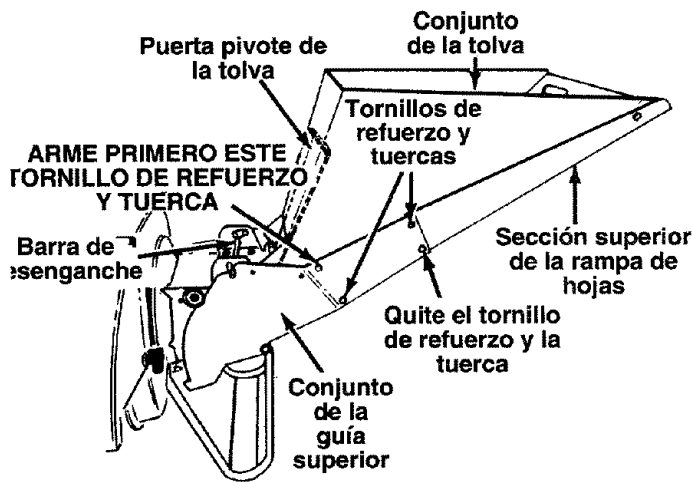

FIGURA 4.
Su picadora-desmenuzadora ha sido enviada con la sección superior de la rampa de hojas sujeta al conjunto de la tolva. Vea la figura 4. Sujete el conjunto de la tolva al conjunto de la guía superior como sigue. Asegúrese de colocar las cabezas de todos los tornillos de máquina de refuerzo dentro del conjunto de la tolva.
- Saque un tornillo de máquina de refuerzo y tuerca de cada lado del conjunto de la tolva como se muestra en la figura 4. Empuje hacia abajo la puerta pivoteada de la tolva dentro de la parte inferior de la tolva a medida que coloca el conjunto de la tolva (ambas piezas) dentro del conjunto de la guía superior. Vuelva a colocar los tornillos de refuerzo y tuercas recién quitados, usando el orificio que se muestra en la figura 4, uno en cada lado. Ajuste con los dedos solamente.